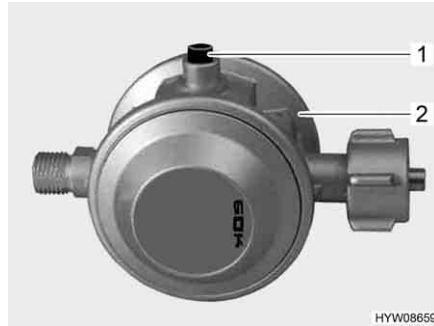

Fig. 46 Regolatore di pressione del gas con dispositivo antirottura del tubo flessibile integrato
- Premere verso l'interno il bottone automatico (Fig. 46,1) del regolatore di pressione del gas (Fig. 46,2). Il dispositivo antirottura del tubo flessibile viene aperto di nuovo.